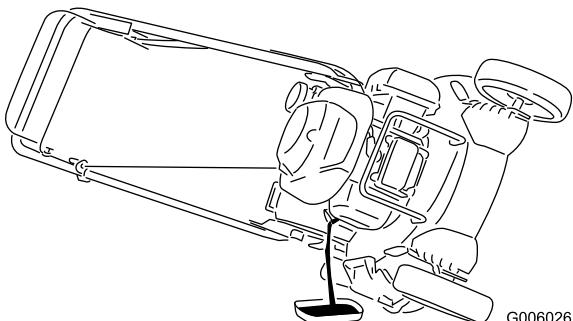

Figura 41
3. Incline il tosaerba sul fianco, con il filtro dell'aria in alto, per scaricare l'olio usato attraverso il tubo di riempimento (Figura 41).